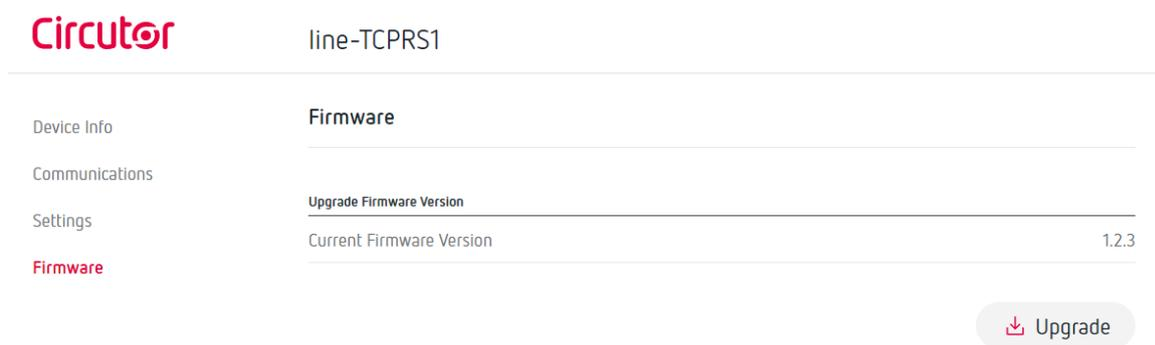

Figure 39: Page Web: Firmware.
- ✓ Par l'écran **Firmware**, mettre à jour le firmware de l'appareil (Figure 39).